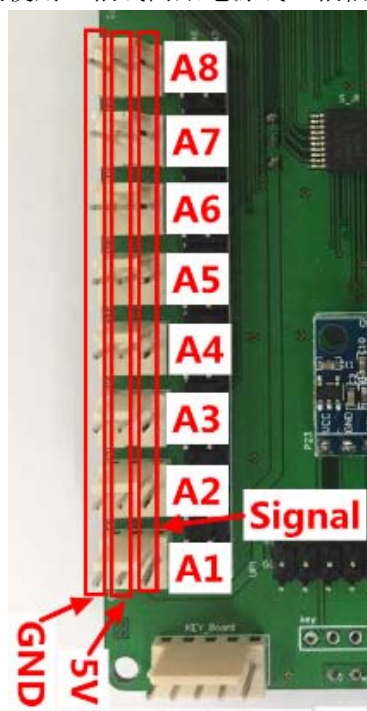

图 2-5 光电开关线序图
1、光电开关接口：光电开关使用三根线两跟电源线一根信号线。如图 2-5 所示：